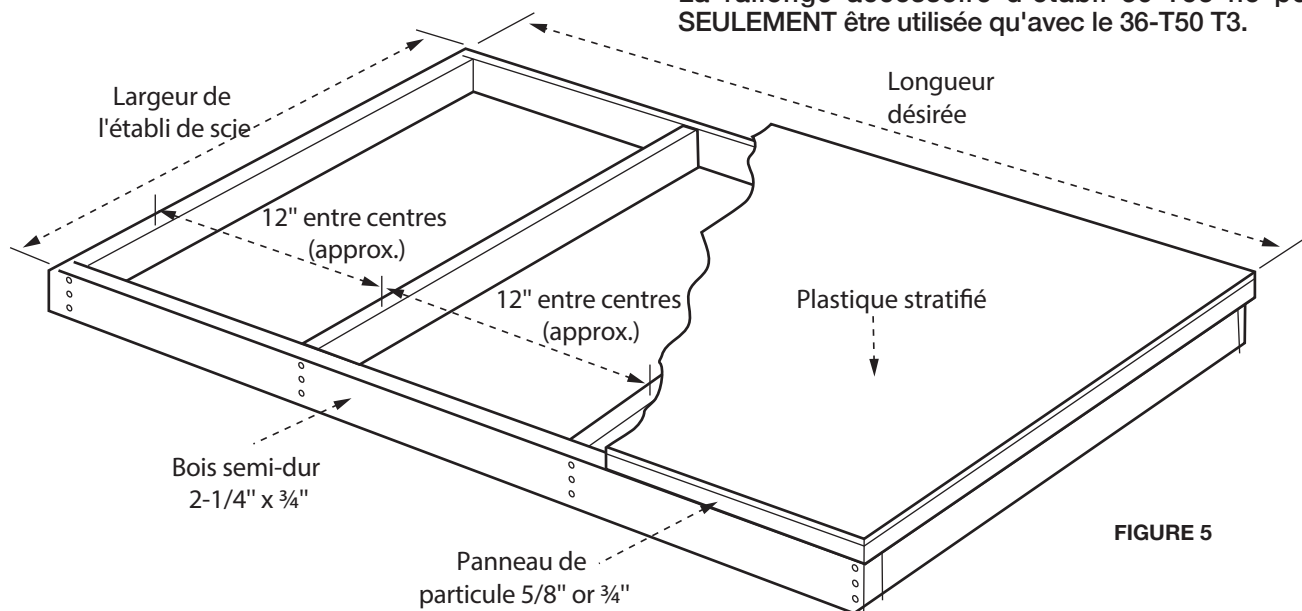

FIGURE 5
NOTE: Les rails de guide avant et arrière du modèle 36-T50 T3 ont des trous supplémentaires (A) (Fig. 5) dans l'extrémité de la rallonge, utilisés pour attacher une rallonge d'établi. Si vous pensez attacher une rallonge d'établi à votre établi, installez celle-ci avant d'attacher le tube du guide. En fonction de votre modèle de scie, certains trous dans les rails de guide avant et arrière peuvent ne pas être utilisés.
Pour construire un support d'établi en bois, se référer à Figure 5.